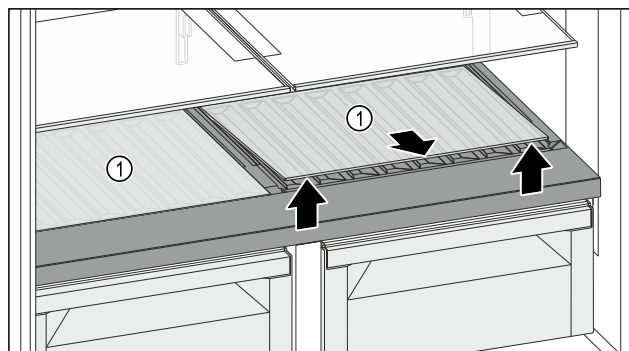

Fig. 124
- Een glasplaat of beide glasplaten Fig. 124 (1) bij de uitsparing aan de voorzijde optillen en verwijderen.
- Glasplaat / Glasplaten Fig. 124 (1) goed bewaren buiten het apparaat.